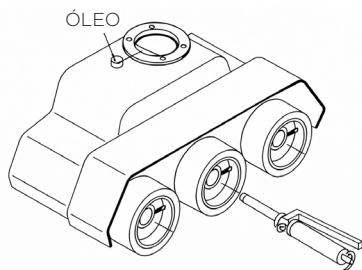

Fig. 9
- Aproximadamente uma vez por mês ou após 200 horas de operação, use graxa para lubrificar os roletes. Fig. 9